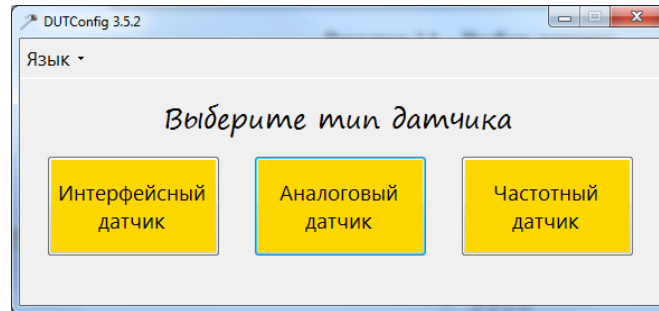

Рисунок 18 – Выбор датчика
6. Запустить ПО **DUTConfig**. В появившемся окне (рис. 18) выбрать тип датчика: Аналоговый.